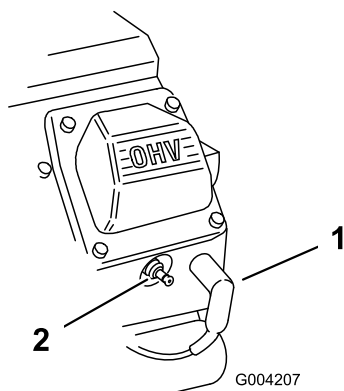

図 48
2. 点火プラグのコードが抜けているのを確認する 図 48。
3. 点火コードを取り付ける 図 48。